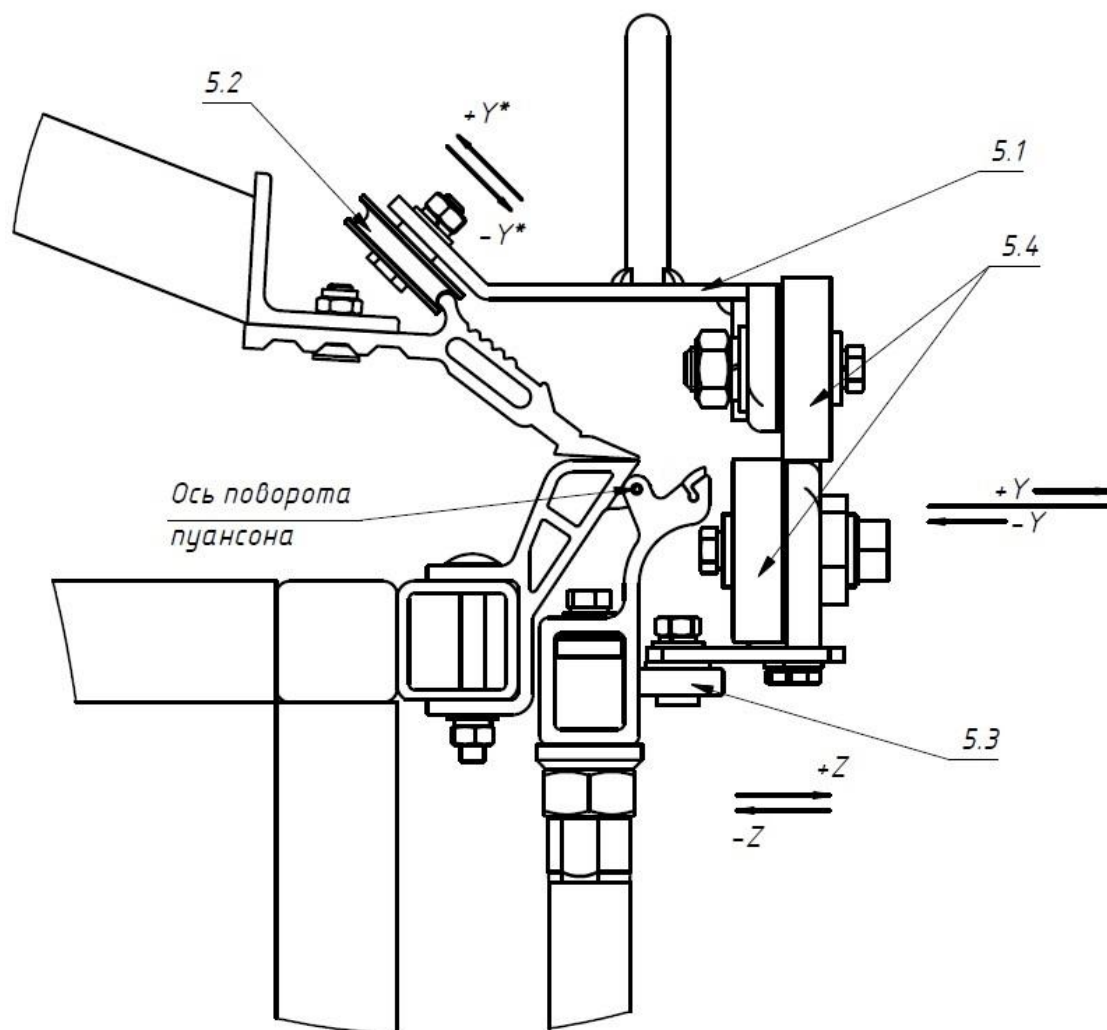

Рис.4. Отрезная машинка.
5.4. Отрезная машинка 5 (см. рис. 4) состоит из корпуса 5.1 верхних 5.2 и нижних 5.3 роликов, режущих ножей 5.4, болтов, которыми они крепятся к корпусу и имеют возможность регулирования положения по направлениям